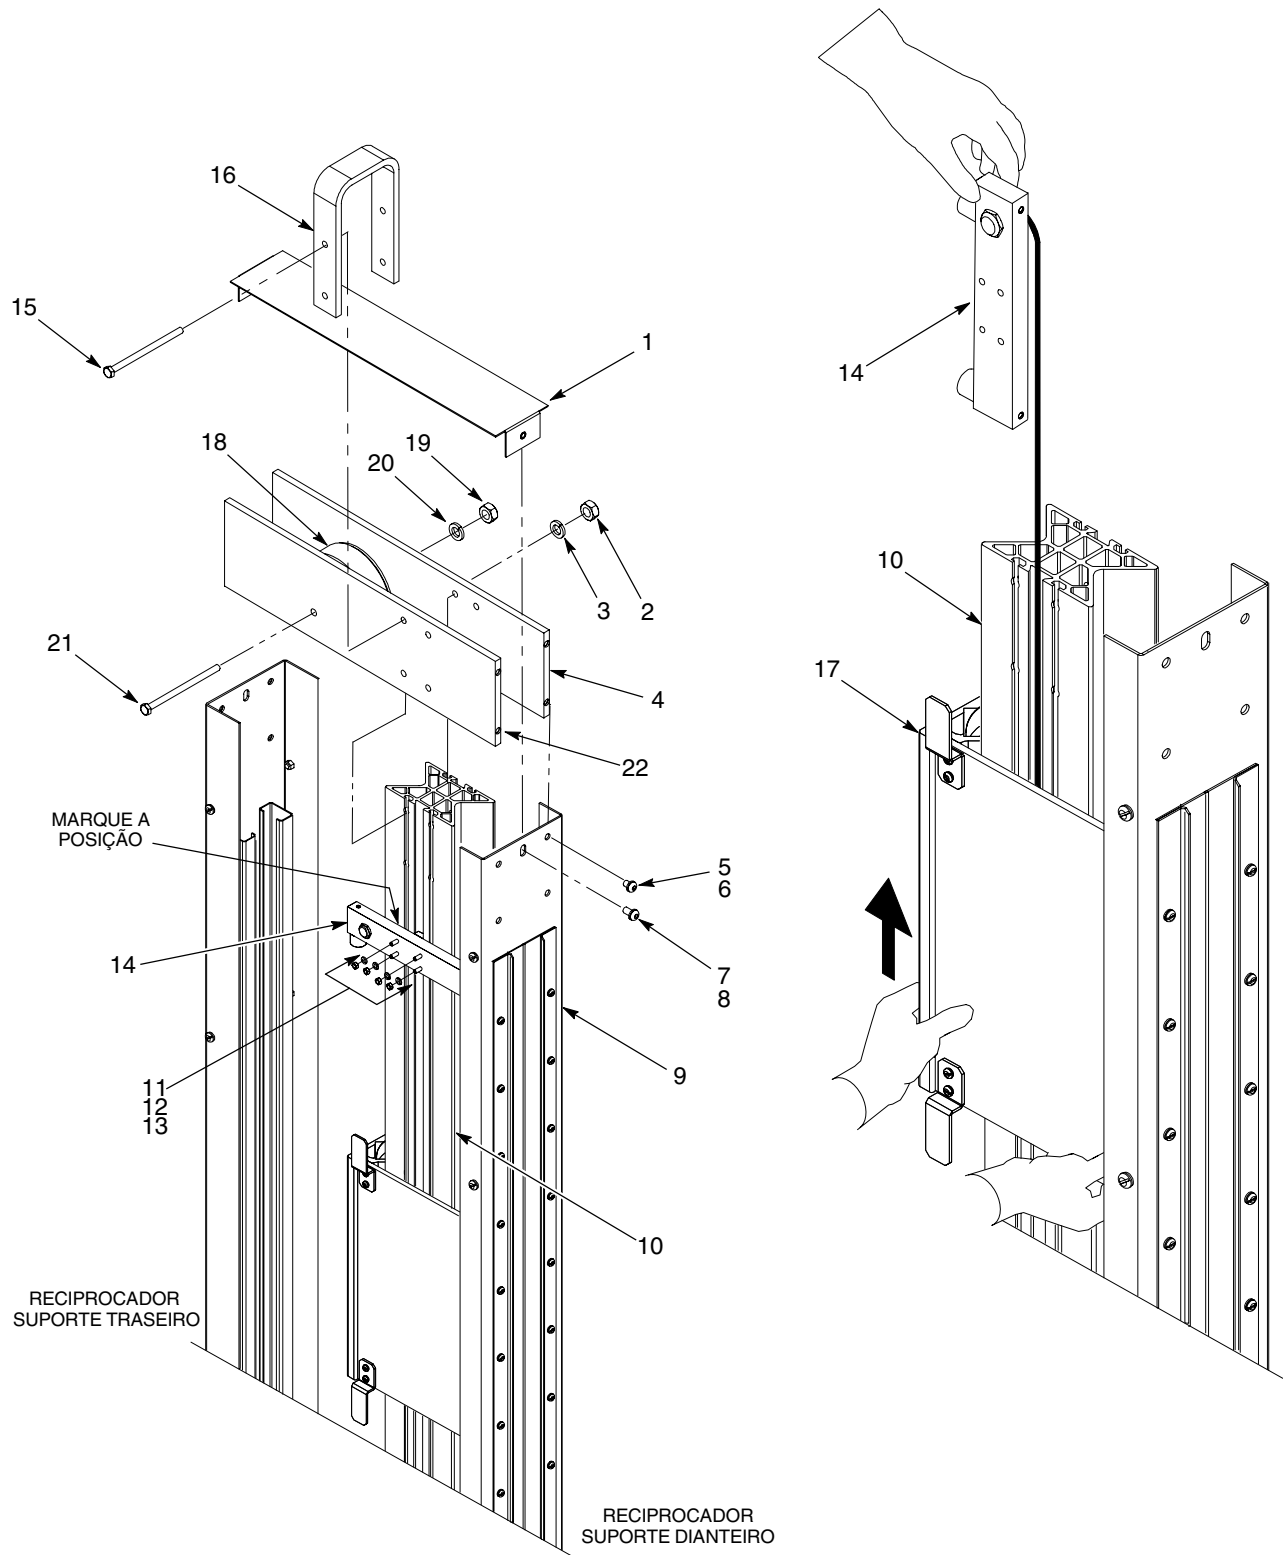

Figura 15 Remoção do conjunto do carro das pistolas
1. Consulte a figura 15. Retire a correia (18) da polia superior (19)
2. Retire os parafusos (7) e as anilhas de segurança (8) que fixam o tampo superior (1) ao reciprocador (9).
3. Retire a porca (19), a anilha de segurança (20) e o parafuso (21), que fixam a polia (18) às placas do lado superior (4, 22). Retire o conjunto da polia para fora do reciprocador (9).
4. Retire os parafusos (5) e as anilhas de segurança (6) que fixam as placas laterais (4, 22) à parte dianteira e à traseira do reciprocador (9).
5. Retire os dois parafusos (15), anilhas de segurança (3) e porcas (2) que fixam a alça de elevação em U (16) à calha do carro das pistolas (10). Não retire os outros dois parafusos (15) que seguram as placas laterais superiores (4, 22) nesta altura.